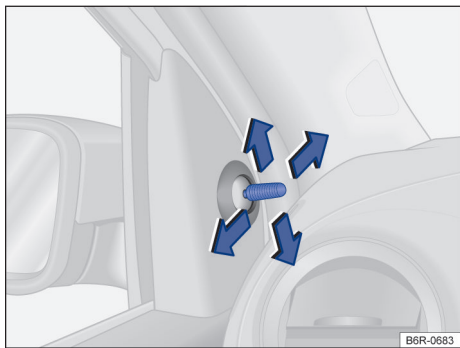

Fig. 81 Nas portas dianteiras: botão de ajuste dos espelhos retrovisores externos mecânicos.
- Movimentar o botão de ajuste no revestimento das portas dianteiras → Fig. 81.